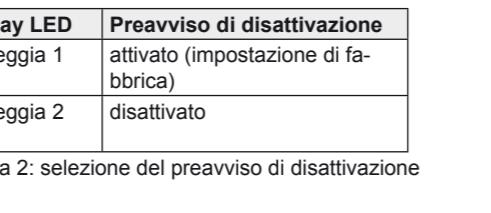
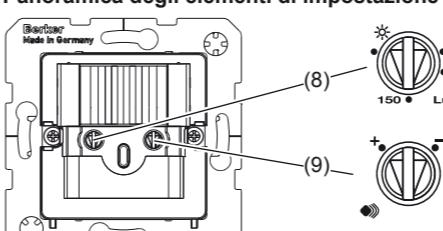

Figura 3: Luogo di montaggio di rilevatori di movimento
Figura 6: elementi di comando e impostazione
- Rispettare la direzione di movimento: si distingue tra movimento in avvicinamento e movimento obliqui. I movimenti trasversali rispetto al rilevatore di movimento possono essere meglio rilevati rispetto ai movimenti sul rilevatore di movimento (figura 3).
- Inserire il rilevatore di movimento (1) nella scatola da incasso, i morsetti di collegamento devono essere ubicati nella parte sottostante.
- Posizionare il cornice (2) da sotto sopra i due fermi (5).
- Premere il cornice e fissarlo con l'anello intermedio (3).
- Inserire a scatto la copertura design (4) sul rilevatore di movimento.
- Impostare l'esercizio di test. Quindi impostare la soglia di luminosità del potenziometro (figura 6, 8) sulla posizione T.
- Ruotare il potenziometro soglia di luminosità (figura 6, 8) nella posizione desiderata.
- Ruotare il potenziometro sensibilità (figura 6, 9) nella posizione desiderata.